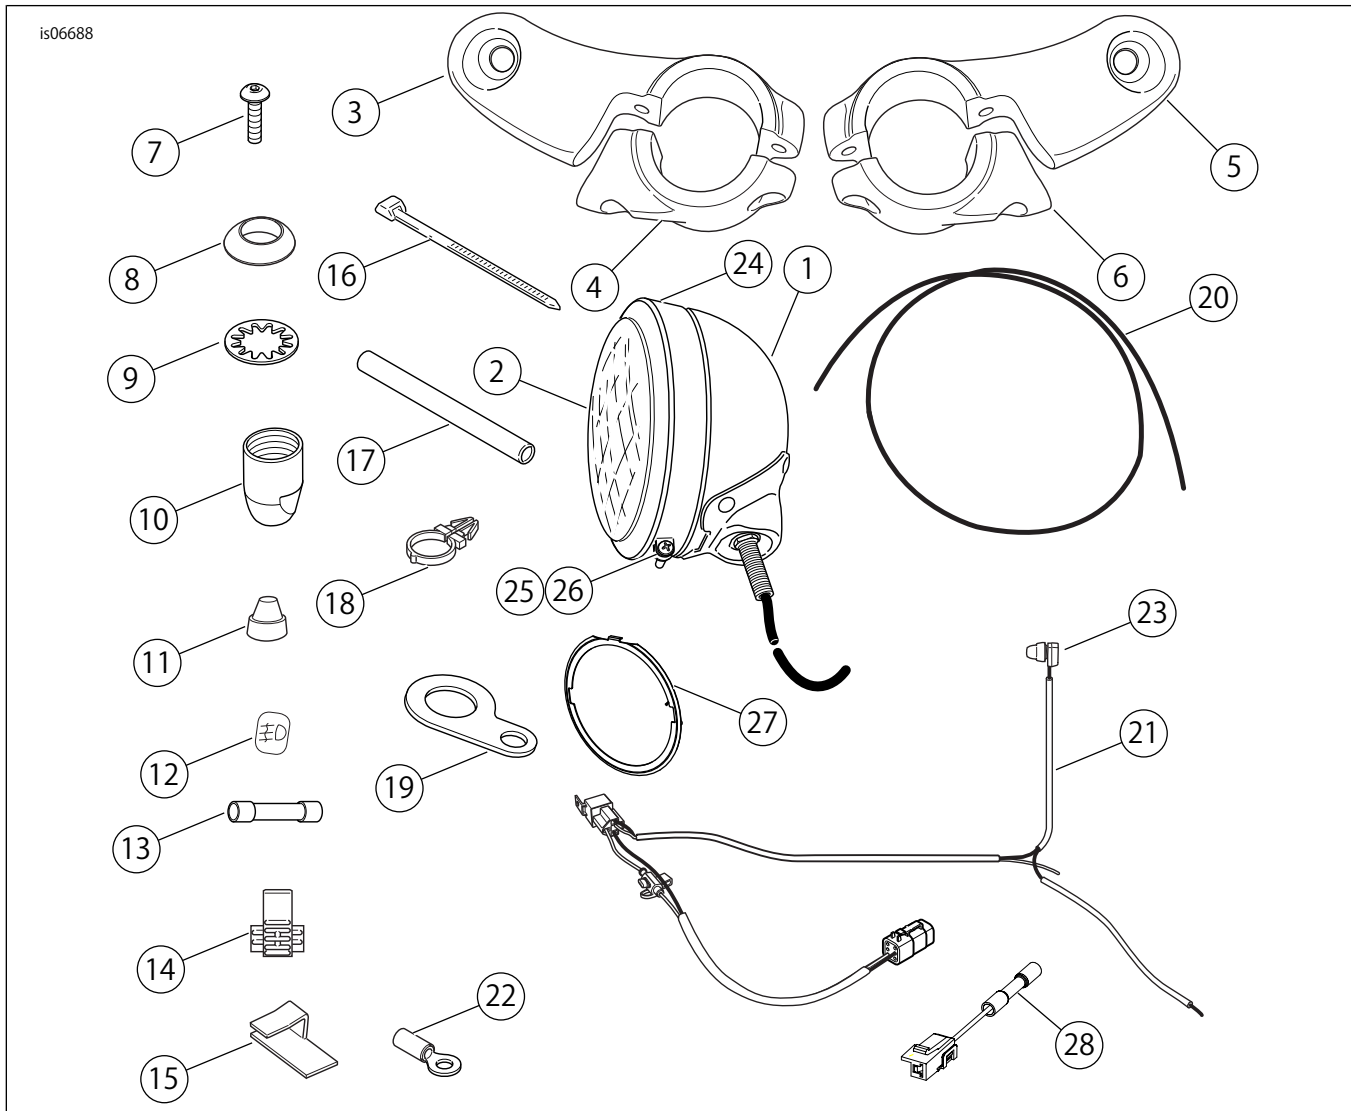

図10。交換用パーツ：クローム補助ランプキット
「図10」および「表1」を参照してください。
- 「図10」を参照してください。外側トリムリング(24)、内側台座リング(27)、スクリュー(25)およびナット(26)の位置を決めます。
12. 2011年以降のSoftailモデル:6ピンのドイツコネクタを車両側ハーネスの6ピンの診断/P&Aコネクタに接続します。2003年以前の全モデル:ハーネスから6ピンコネクタを切断します。キットのリングターミナルを白色電源リードに取り付け、メインサーキットブレーカーの銅製スタッド(BAT)ターミナルに接続します。2011年以降のSoftailモデルを除く2004年以降の全モデル:ハーネスから6ピンコネクタを切断します。B+ジャンパーハーネス(品目28,図10)を白色電源リードに接合し、ジャンパーをハーネスのB+コネクタに接続します。サービスマニュアルの密閉接合コネクタのセクションを参照してください。
13. 2011年以降のSoftailモデルを除く全モデル:キットのリングターミナルをハーネスの黒色アース用リードに取り付けます。黒色アース用ワイヤー(2)のリングターミナルをシートの下のアース用スタッドまたは任意の良好な電気アース点に接続します。キットのハーネスをケーブレストラップ(品目16,図10)を使って隣接するハーネスに固定します。
15. 「図10」を参照してください。キットからスイッチマウントブラケット(品目19)を用意します。ランプスイッチからブーツを取り外し、スイッチをブラケットに取り付けます。スイッチのブーツを交換します。
ブーツが磨耗もしくは損傷を受けている場合または欠落している場合は、水分がスイッチ内部に入らないようブーツを交換してください。「図10」(アイテム11)を参照してください。
17. 「図10」を参照してください。ハーネスのランプスイッチレッグを、必要に応じてワイヤーハーネスリテーナー(品目18)を使いハンドルバーに固定します。リテーナーをハンドルバーの穴にカチッと音がするまで差し込みます。
27. 「図10」を参照してください。キットの裏側接着剤付きクリップ(15)を使ってワイヤーを下側のフォークステアリングブラケットに固定します。